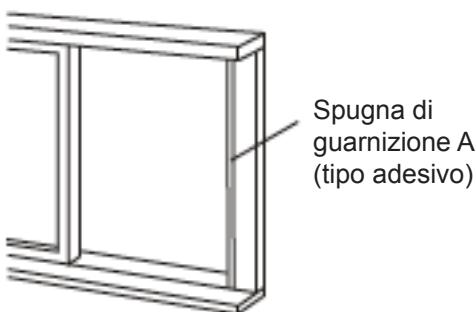

Fig. 12
1. Tagliare la spugna di guarnizione (tipo con adesivo) alla lunghezza adeguata ed applicarla al telaio della finestra. Fig. 12